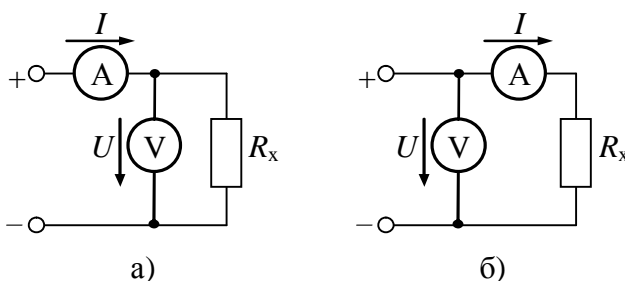

Рис. 5.2.
Вимірювання опорів цим методом можна здійснювати за двома схемами, які подані на рис. 5.2.
Якщо не потрібна велика точність вимірювань, то можна скористатися показами амперметра й вольтметра і розрахувати опір за формулою (5.7). Для вимірювання малих опорів з більшою точністю можна використовувати схему рис. 5.2, а, для якої
Схему рис. 5.2, б можна використовувати для визначення дійсного значення великих опорів; тоді
**5.4.** Методом амперметра і вольтметра вимірюється опір за схемою рис. 5.2, а. Покази амперметра й вольтметра:  $U = 4,8 \text{ В}$ ,  $I = 0,15 \text{ А}$ . Прилади мають клас точності 1,0 і межі вимірювання 250 мА і 7,5 В відповідно. Визначити вимірюваний опір, найбільшу абсолютну і відносну похибки вимірювання.